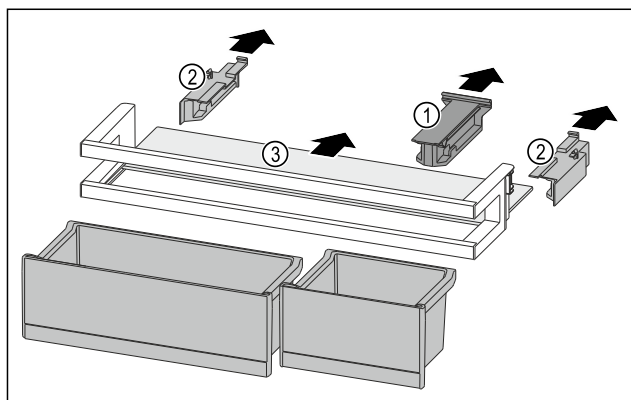

Fig. 116
- Retirer la pièce de retenue Fig. 116 (1).
- Retirer les parties latérales Fig. 116 (2).
- Retirer la tablette de rangement Fig. 116 (3).